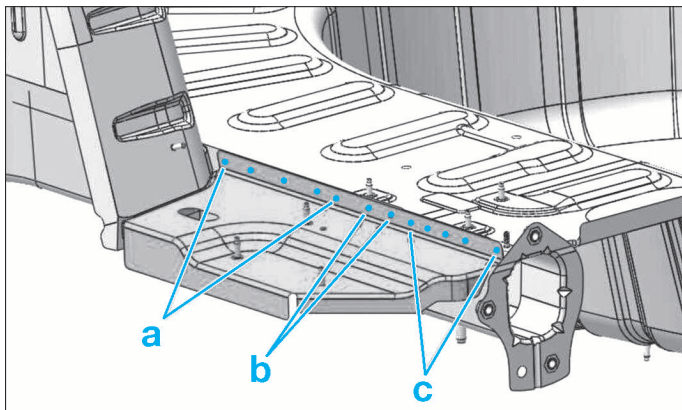

FIG. 125
- Fraiser (Fig.125) :
- (a), (b) et (c) par points électriques (Fig.125).